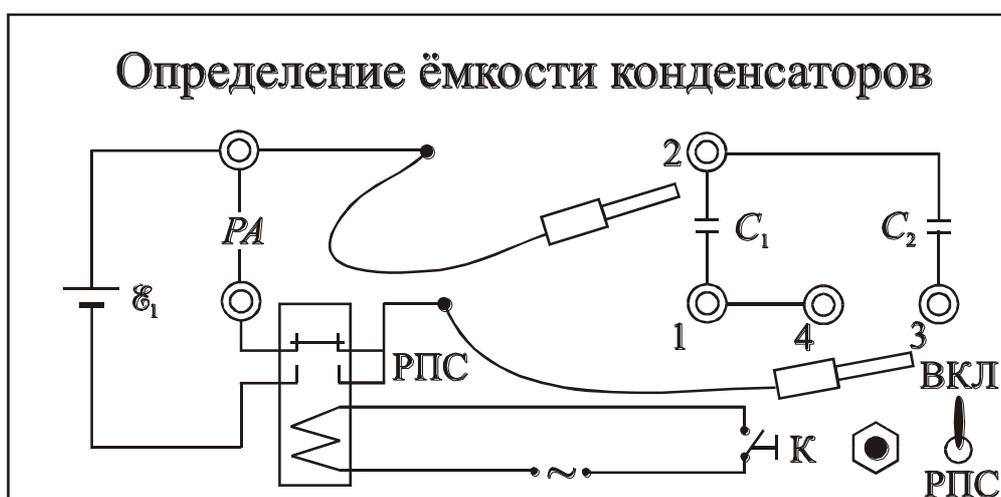

Рис.2.1
Электрическая схема лабораторного модуля изображена на его передней панели (рис. 2.1). Внутри лабораторного модуля на печатной плате смонтированы: поляризационное реле типа РПС–32А, а также два конденсатора. Конденсаторы подключаются к источнику питания с помощью гибких выводов со штекерами. К гнездам "РА" подключается микроамперметр. Один из гибких выводов подключён через поляризационное реле, а второй – непосредственно к источнику тока. Переменное питание на реле подается через тумблер "РПС" и кнопку "К" с нормально разомкнутыми контактами.
1. С помощью гибких выводов на панели лабораторного модуля подсоединить конденсатор емкостью  $C_1$  к гнездам 1 и 2 (рис. 2.1).